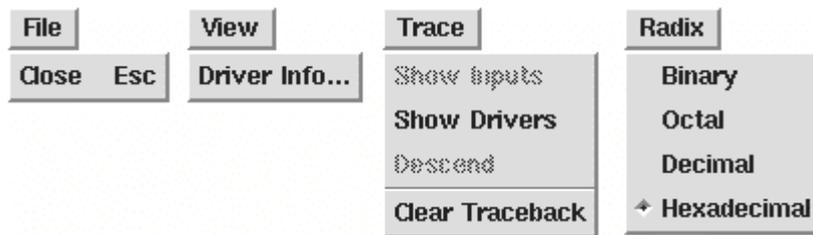

图 4 - 2 - 8 Singal Flow Browser 窗口菜单
- 、 Trace field 显示图 2 SimControl 窗口 Source Browser 或者图 4、Navigator 窗口中 Objects List 所选的信号。也可在 Trace field 输入信号名。